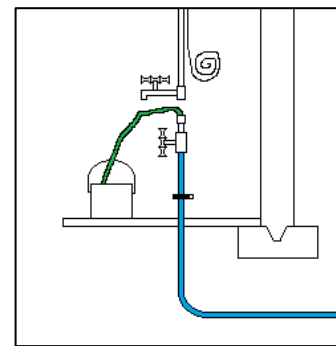

FIGURE 4
- 9.10 Le plombier coupe la conduite d'eau au-dessus de la valve principale puis installe un manchon à branchement rapide muni d'un boyau flexible (FIG. 4).